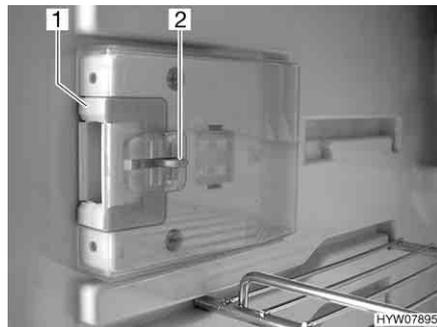
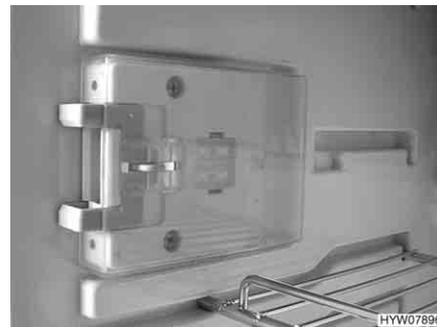

Fig. 160 Dispositivo di chiusura (posizione normale)
Fig. 161 Dispositivo di chiusura (posizione di ricircolo d'aria)
■ Premere il dispositivo di sblocco (Fig. 160,2).
■ Spingere il dispositivo di chiusura (Fig. 160,1) in avanti (Fig. 161).